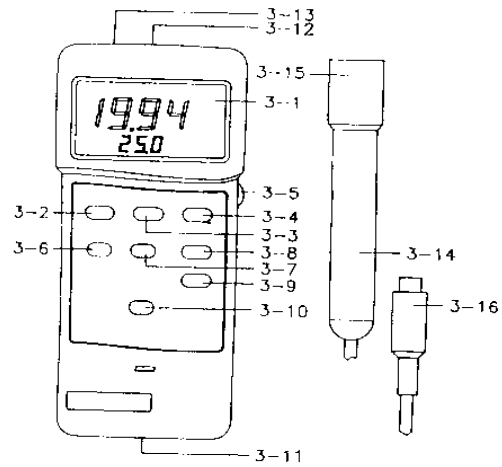

Fig. 1
1. Premere (ON/OFF) (3-2, Fig. 1) per accendere lo strumento.
- a. Premere "Pulsante di compensazione della temperatura" (3-10, Fig.1), sul display appare
- b. Premere "Pulsante fattore" (3-8, Fig.1) per inserire il fattore di compensazione desiderato. Il valore incrementa a passi di 0.1% per °C.
- c. Una volta inserito il valore desiderato premere il “Pulsante di compensazione della temperatura” (3-10, Fig.1) per fissare il nuovo valore.
3. Selezionare la scala da utilizzare, mediante il “Pulsante selezionatore campo” (3-9, Fig.1).
4. Immergere l’ “Elettrodo conduttore” (3-15, Fig.1) nella soluzione.
- Durante la misura premere il “pulsante memorizzazione dati” (3-3, Fig.1) per memorizzare il valore presente sul display e sul display appare il simbolo “D.H.”.
- La funzione memorizzazione dati registra il massimo, il minimo e la media di una misura effettuata. Per attivare questa funzione premere il “Pulsante memorizzazione dati” (3-6, Fig.1) una volta. Il simbolo “REC” appare sul display.
- a. Premere una volta il “pulsante visualizzazione” (3-7, Fig.1), quindi appare il simbolo “MAX.” e il valore massimo della misura sul display.
- d. Per disattivare questa funzione premere ancora una volta il “pulsante memorizzazione” (3-6, Fig.1). Tutti i simboli scompaiono dal display.
- a. Questo strumento incorpora la funzione di "Auto Power Shut-off" che consente una durata più lunga delle batterie che spegne automaticamente lo strumento se non viene premuto nessun pulsante per più di dieci minuti. E' possibile disattivare questa funzione selezionando la funzione memorizzazione durante la misura e premere il pulsante memorizzazione (3-6, Fig.1).
- b. E' possibile inoltre regolare il contrasto del display mediante il regolatore (3-5, Fig.1).
- 2) Impostare il "Selezionatore campo di misura" (3-9, Fig.1) a "2mS".
- 3) Immergere l' "Elettrodo conduttore" (3-5, Fig.1) nella soluzione.
Questo strumento ha un' uscita RS232 con terminale da 3.5mm (3-13, Fig.1).
- 2) Aprire il vano batterie (3-11, Fig.1) e togliere le batterie dallo strumento.